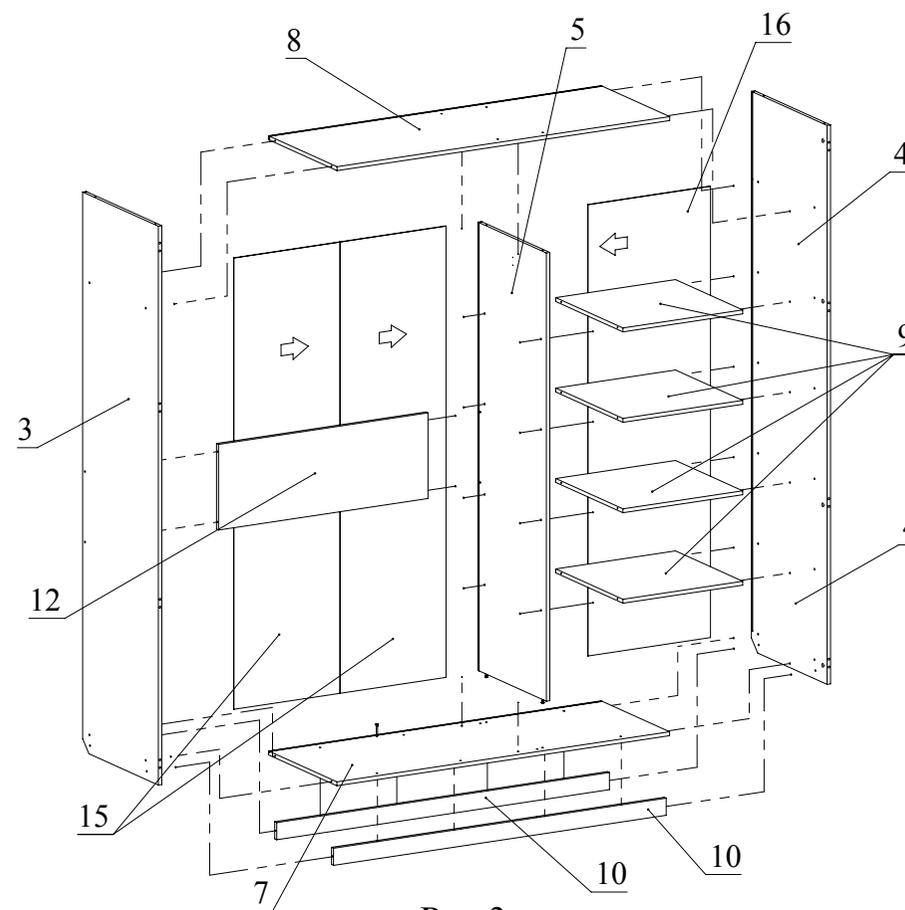

Рис.3
2. С помощью конфирматов 7x50 соедините детали 10 с деталью 7. Затем соедините детали 7, 8, 9 и 12 с деталью 5 согласно схеме. Вставьте деталь 15 в пазы деталей 5, 7, 8 и соедините деталь 4 с деталями 7, 8, 9, 10 с помощью конфирматов 7x50. Вставьте последовательно детали 14, соединив их профилем соединительным для ДВП, в пазы деталей 5, 7, 8 и соедините деталь 3 с деталями 7, 8, 10, 12 с помощью конфирматов 7x50 (Рис.3).